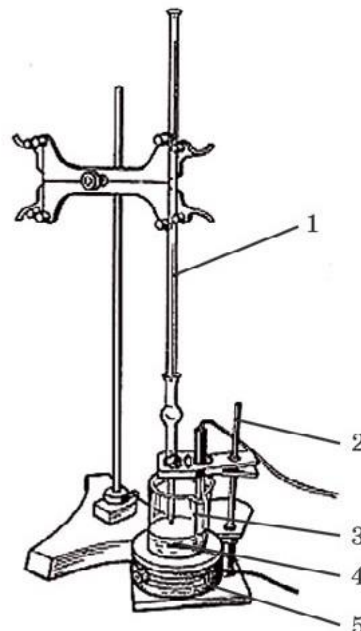

Рис. 14. Установка для кислотноосновного титрования: 1 — бюретка; 2 — штатив для закрепления датчика pH; 3 — датчик pH; 4 — якорь магнитной мешалки;
3. Поместите стакан на рабочую поверхность магнитной мешалки. Включите мешалку и осторожно, чтобы не разбить электрод, опустите его в стакан с раствором щелочи (рис. 14).